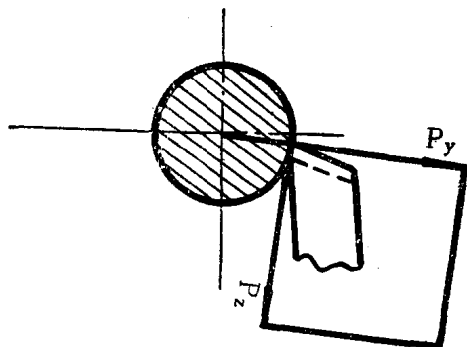

图 I-1.4
① 车刀装夹时,其主刀刃要低于主轴中心线(详见表 I-1)。
② 校直材料。
③ 通过调整弹簧片螺钉,压紧弹簧片来补充垂直切削压力。
④ 降低主轴转数和缩短待加工长度。最有效的办法是把车刀装低,车刀低于主轴中心线,切削时工件有向上抬的趋势,支承块和零件接触,总是保持一定压力。这样就不容易产生多边形(详见图 I-1.4)。如车刀高于主轴中心线,切削分力有把零件向